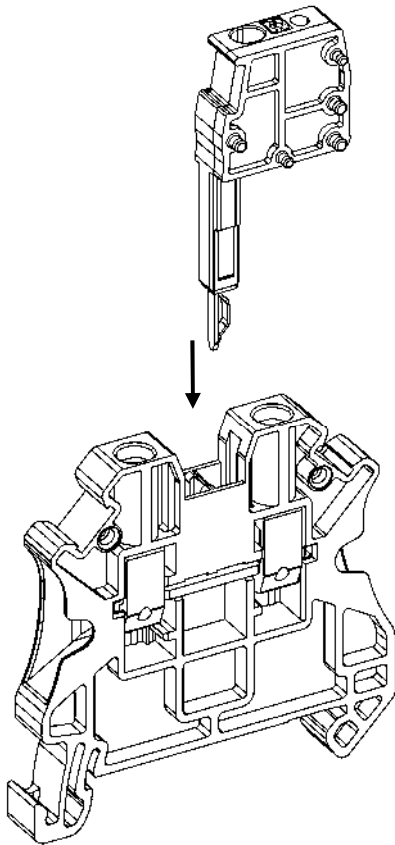
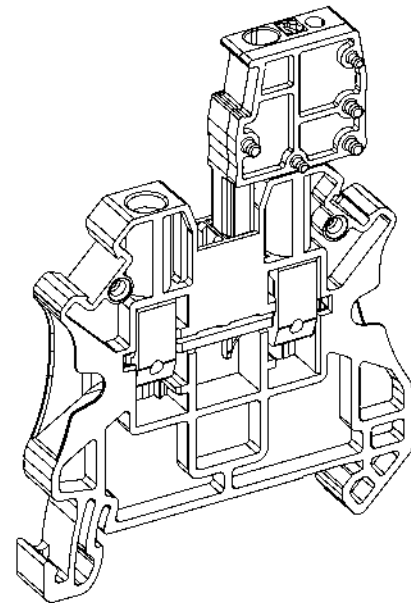

Рисунок 51 – установка тестового штекера в функциональное отверстие
Рисунок 52 – тестовый штекер, установленный в функциональное отверстие
- Для установки тестового штекера вдавите его до упора в функциональное отверстие (рис. 51; рис. 52). Тестовый штекер должен соответствовать габаритам клеммы.